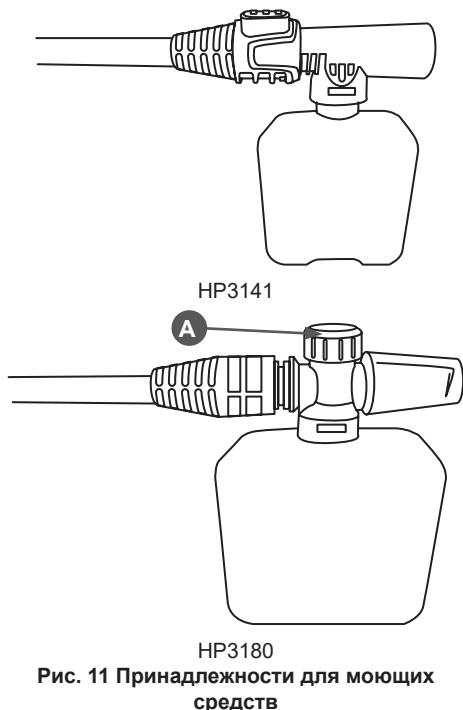

Рис. 11 Принадлежности для моющих средств
2. Для НР3141 отсоедините головку от струйной трубки и подсоедините емкость (Рис. 11). Для НР3180 отсоедините струйную трубку от пистолета и подсоедините пеногенератор (Рис. 11).
3. Нажмите на рычаг пистолета и обрызгайте поверхность моющим средством/пенной. При необходимости отрегулируйте подачу пены (для НР3180) регулятором А (Рис. 11).